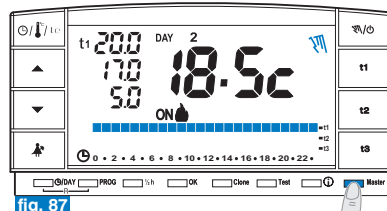

fig. 87
- appuyer brièvement sur la touche "Master"; l'écriture **Master** disparaît sur l'écran: le chronothermostat reste en fonctionnement "manuel permanent" et les zones couplées au master retournent sous le contrôle de leurs transmetteurs respectifs (exemple sur la fig. 87).